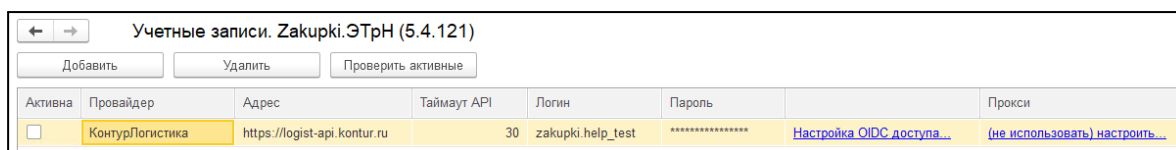

Рис. 68. Заполнение учетной записи
2. Укажите адрес, логин, пароль провайдера и при необходимости настройте прокси (рис. 68).